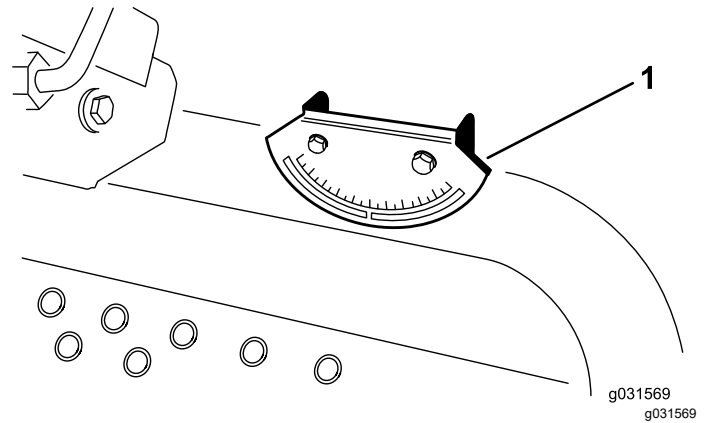

Figura 6
**Nota:** El indicador de ángulo, montado en la máquina, debe marcar también 0° (Figura 6).